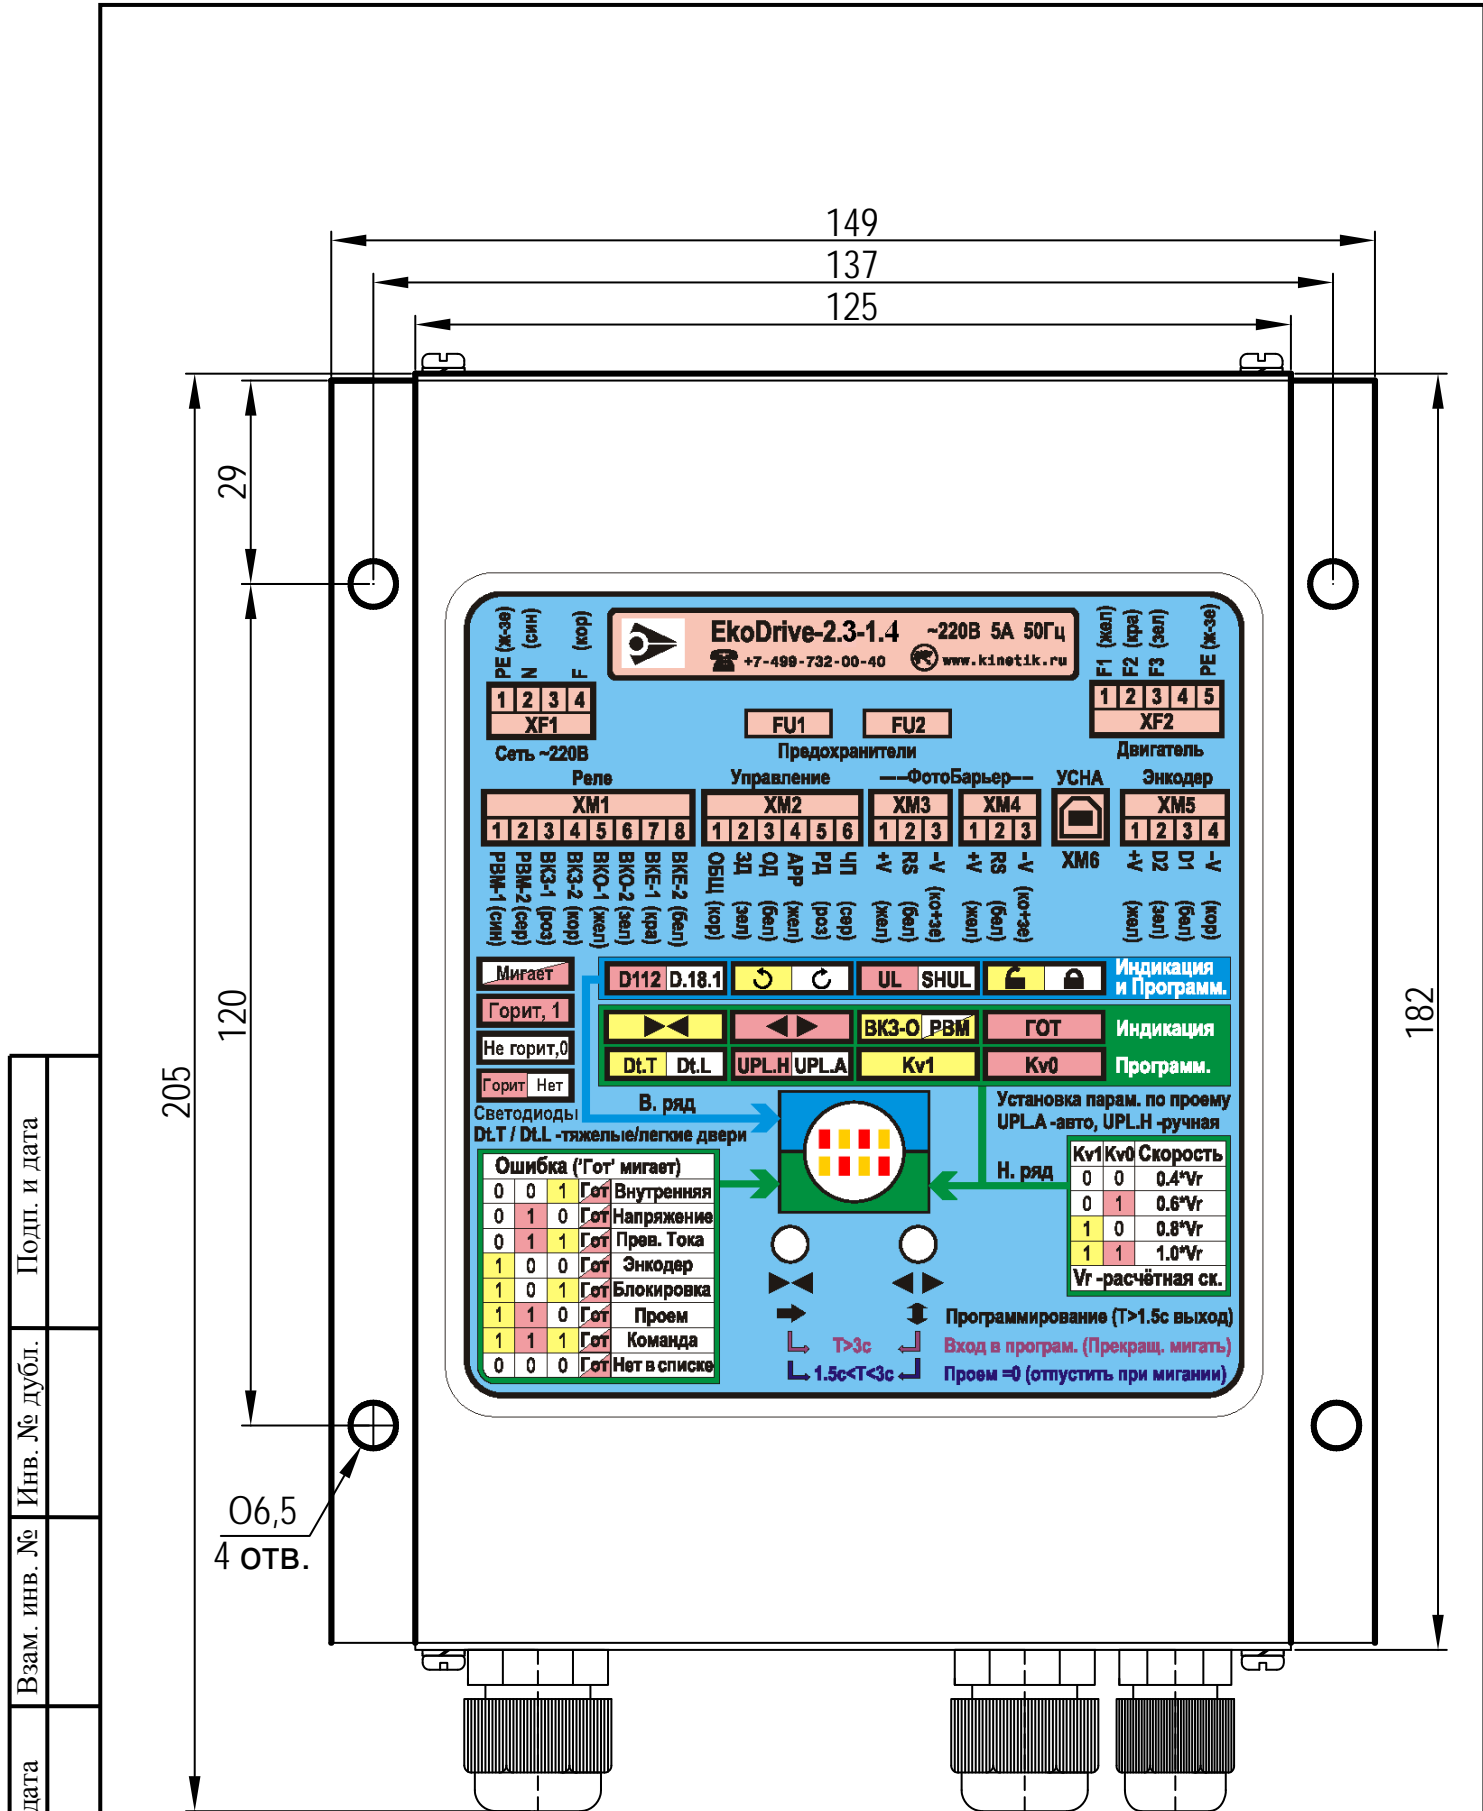

Рис.1. Габаритно-присоединительные размеры Устройства.
Габаритно-присоединительные размеры *Устройства* приведены на **рис.1**.
Узел подключения внешних коммуникаций состоит из набора кабельных выводов (**рис.1**), разъемов для подсоединения шин сетевого питания, цепей выходных напряжений для электродвигателя, цепей управления работой устройства, цепей подключения таходатчика (**рис.2, 3**), заглушки для разъема подключения устройства настройки УСНА, а также крышки, закрывающей разъемы *Устройства*.
3.5.2. Панель управления расположена на лицевой грани *Устройства* – там же, где наклейка с описанием органов и разъемов управления (рис.1, 3). Наклейка охватывает окно с 8 светодиодами под ним и 2 кнопки для управления.